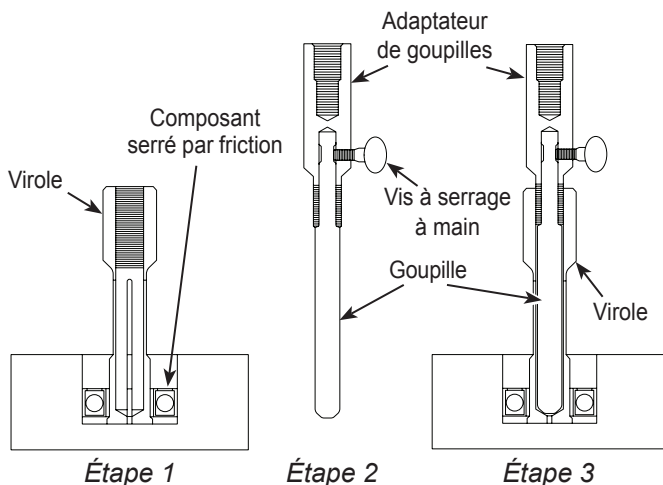

Figure 1
2. Faites glisser la virole dans l'alésage/ouverture jusqu'à ce que le rebord de la virole soit situé en dessous/derrière le composant serré par friction. Voir Étape 1 (Figure 1).
3. Choisissez une goupille avec sa virole correspondante, puis insérez l'extrémité crantée de la goupille au bas de l'adaptateur de goupilles. Serrez la vis à serrage à main sur l'adaptateur afin de bloquer la goupille. Voir Étape 2 (Figure 1).
4. Insérez l'extrémité de la goupille dans la virole, puis filetez l'adaptateur de goupilles sur cette dernière. Serrez solidement l'adaptateur de goupilles jusqu'à ce que l'extrémité de la virole soit bien élargie et maintenue en place en dessous/derrière le composant serré par friction. Voir Étape 3 (Figure 1).